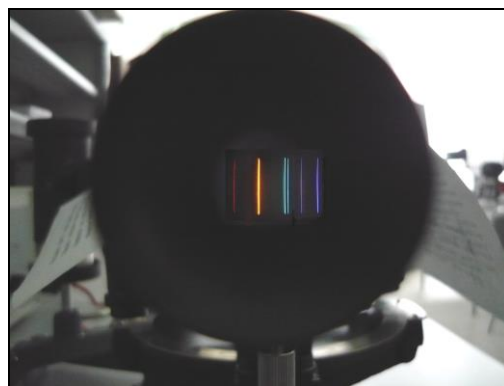
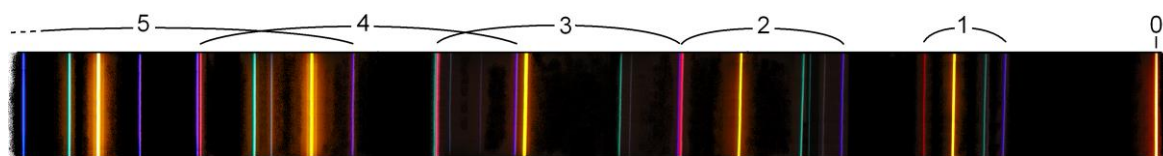

Рис. 3. Вид спектральных линий в окуляре зрительной трубы
Рис. 4. Спектральные линии излучения гелиевой лампы ($k = 0, 1, 2, 3, 4, 5$)
2. Установить дифракционную решетку в гониометре так, чтобы световой поток от коллиматора падал перпендикулярно ее поверхности. Поворачивая зрительную трубу, пронаблюдать в окуляре (рис. 3) спектры различных порядков. Идентифицировать наблюдаемые линии и порядки спектров по рис. 4.